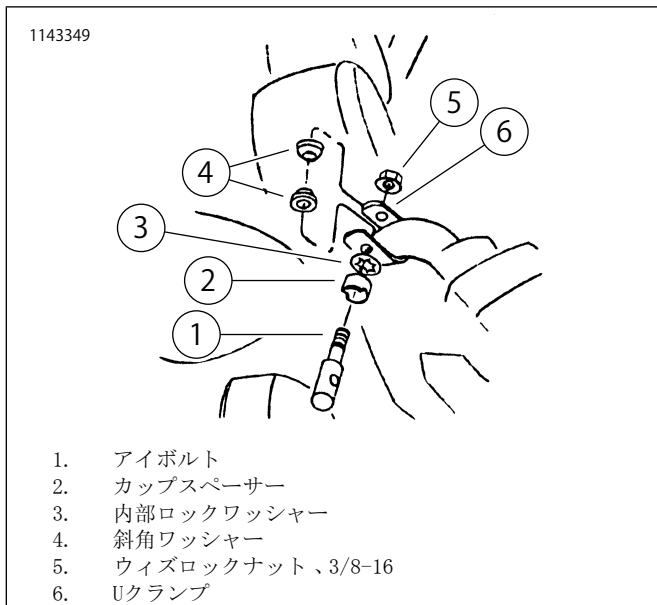

図2。「U」クランプを組み立てます
- 図2を参照してください。「U」クランプ(6)をハンドルバーの垂直セグメントの周りに「U」クランプの開口側をおよそ前向きに配置します。